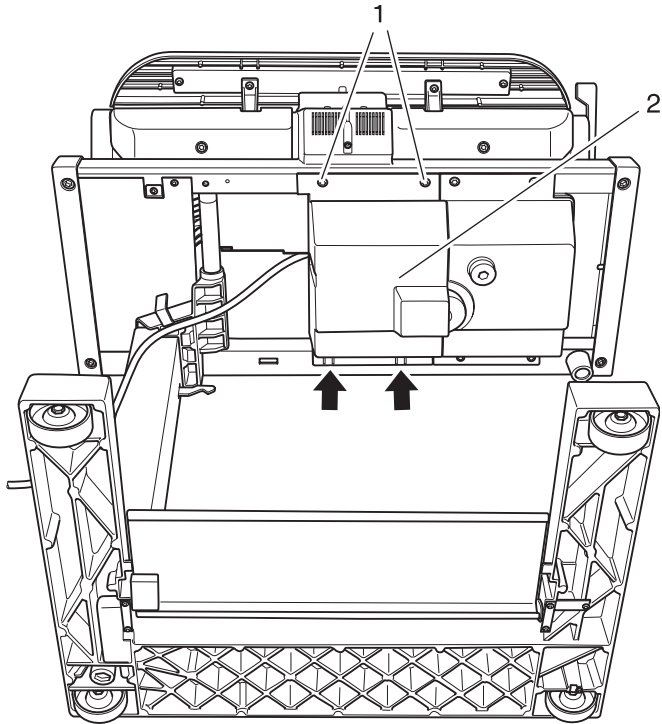

Fig. 22
- Den Ironnette mit dem Rücken auf den Fußboden legen (Fig. 22).